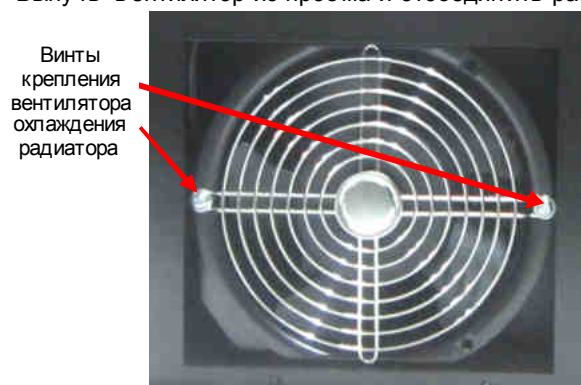

Рис. 6.24. Демонтаж вентилятора охлаждения радиатора
6.22.1. Отвернуть два винта крепления вентилятора 1, снять решетку вентилятора (рис.6.24).